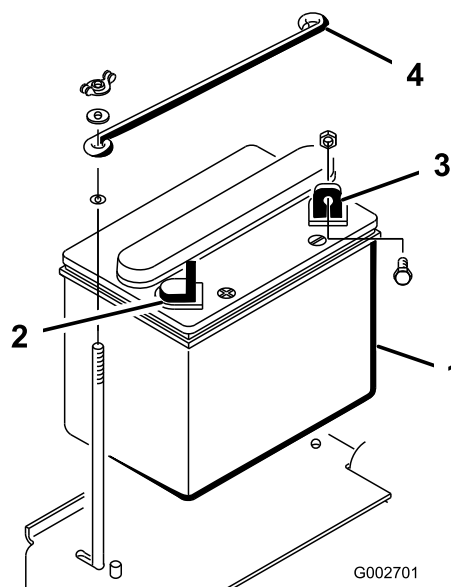

Figure 4
1. Mettez la batterie en place en positionnant la borne négative vers l'arrière de la machine (Figure 4).